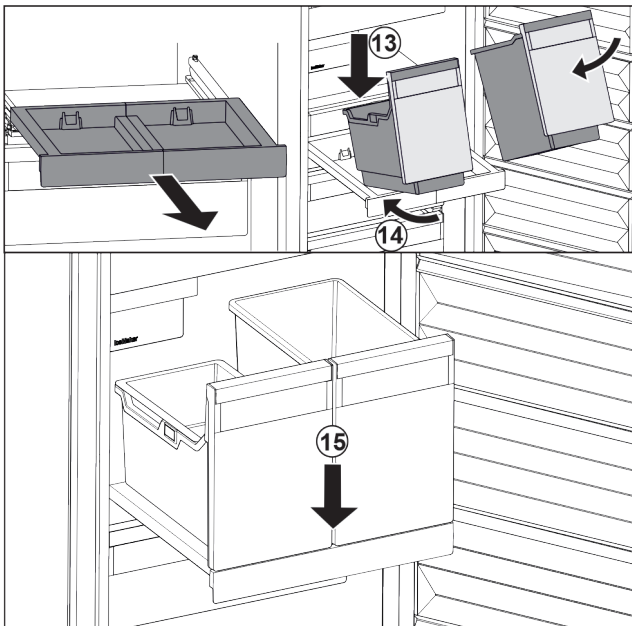

Fig. 145
- Behälter schräg auf das Auszugsbord aufsetzen. Fig. 145 (13)
- Behälter schräg nach hinten einschieben. Fig. 145 (14)
- Behälter vorne absetzen. Fig. 145 (15)